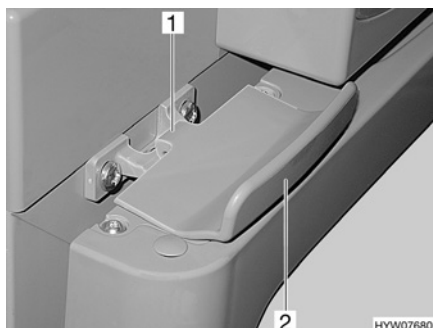

Fig. 98 Bloccaggio della porta del frigorifero, chiuso (Thetford)
- Aprire la porta del frigorifero tirando la maniglia (Fig. 98,2). Il bloccaggio (Fig. 98,1) si sblocca automaticamente.